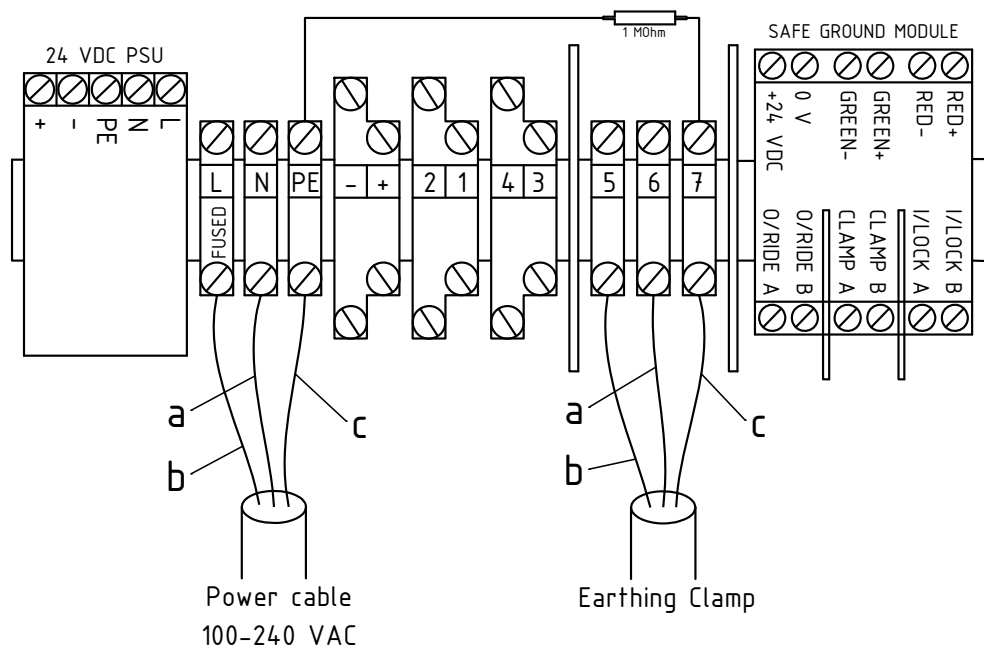
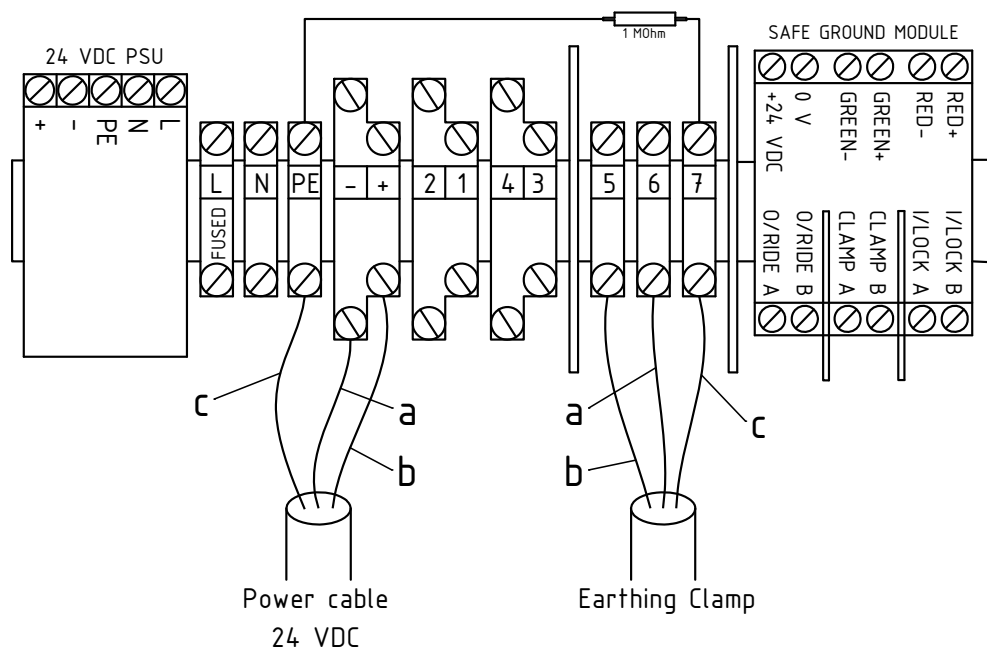

Fig. 6 :
Fig. 7 :
La zone de connexion est accessible une fois que le couvercle du boîtier a été ouvert. Les bornes de connexion pour les contacteurs de mise à la terre se trouvent à droite. Il s'agit là de circuits électriques à sécurité intrinsèque. Les bornes de connexion sans sécurité intrinsèque pour l'alimentation en tension et les contacts de défaut (voir fig. 6 / fig. 7) se trouvent du côté gauche. Les lignes de connexion doivent être acheminées dans la zone de connexion de sorte qu'il ne puisse pas se produire de contact entre les lignes avec et sans sécurité intrinsèque, y compris en cas de débranchement d'un fil. À cet effet, les lignes doivent éventuellement être fixées au moyen de serre-câble.
- Introduire le câble et le raccorder conformément à la fig. 6 / fig. 7.